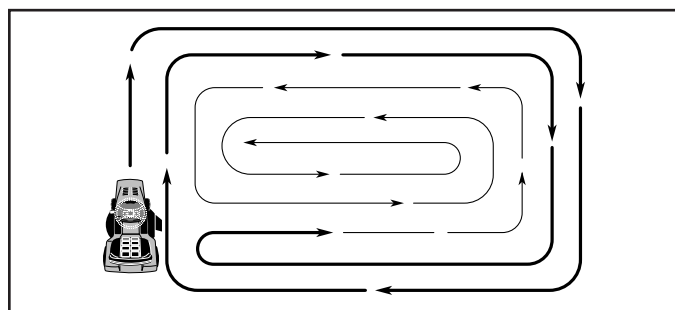

Fig. 17
- Al segar las áreas grandes, empiece girando a la derecha de modo que los recortes se descarguen, alejándose de los arbustos, cercos, entradas de automóviles, etc. Después de una o dos vueltas, siegue en la dirección opuesta, haciendo virajes a la izquierda, hasta que termine (Vea Fig 17).